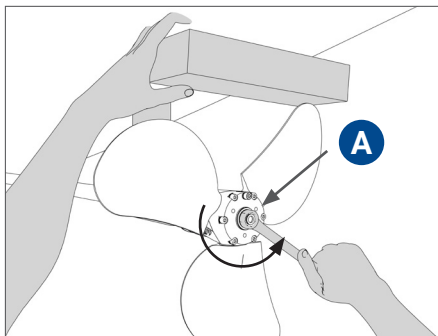
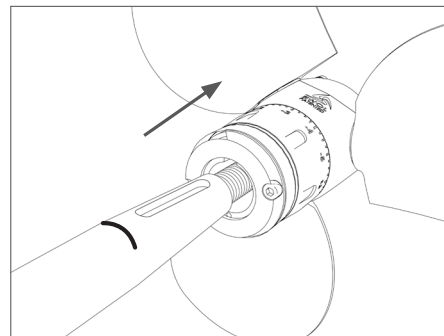

FIG. 10 | Dévisser l'écrou de serrage
FIG. 11 | Extraire l'hélice de l'arbre
- Dévisser l'écrou de serrage **A** (**Fig. 10**) et extraire l'hélice (**Fig. 11**).